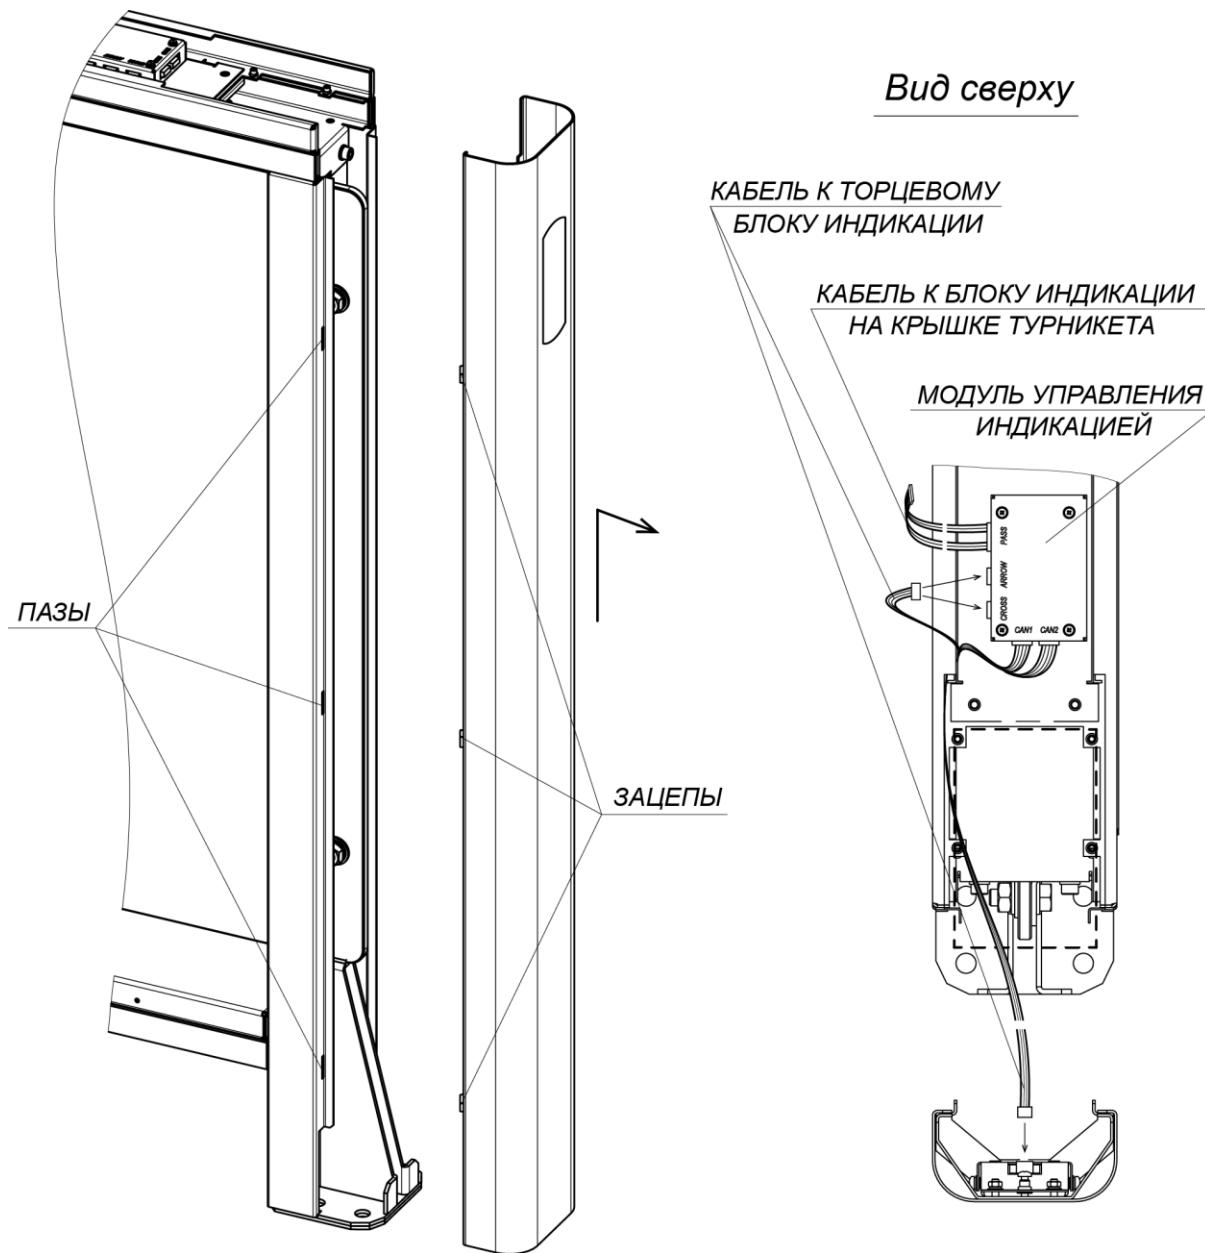

Рисунок 22. Снятие передней панели боковой стойки
21. При необходимости произведите монтаж считывателей карт доступа: либо на предусмотренные для этого полки в верхнем коробе на торцах стойки (см. рис. 22), либо непосредственно на верхних крышках секций снизу (**PERCo-MR07 OEM**). Для фиксации считывателей используйте двусторонний скотч и при необходимости неметаллические подкладки, чтобы расположить его как можно выше (т.е. ближе к верхней поверхности крышки) с целью увеличить дальность считывания. Кабели от считывателей аккуратно проведите через верхний короб и центральную стойку к месту ввода кабеля от контроллера СКУД, используя штатные окна в деталях корпуса секции. Кабели не должны проходить между отверстиями для крепления верхней крышки секции и вблизи них, чтобы не повредить кабели при установке крышки. Для крепления кабелей применяйте самоклеящиеся площадки и кабельные стяжки. Не допускается крепление к
24. Установите на свои места передние панели боковых стоек (8) (разд. 8.9.2). После установки проверьте, чтобы верхний край панелей находился на одном уровне с корпусом секции. Панель с торцевым блоком индикации устанавливается с того края секции, где находится модуль управления индикацией, который закреплен на одной из двух стальных защитных пластин в верхнем коробе (см. рис. 22). При этом к торцевому блоку индикации необходимо подсоединить соответствующий соединительный кабель от модуля управления индикацией. Для отображения на торцевом блоке индикации белой стрелки соединительный кабель должен быть подключен к разъему **ARROW** модуля управления индикацией, для отображения красного креста – к разъему **CROSS** (см. разд. 8.9.2, рис. 22).
Для снятия передней панели боковой стойки (8) – сдвиньте ее вдоль стойки вверх и затем на себя, выводя защелки панели из пазов в боковой стойке (см. рис. 22). Осторожно, не повредите соединительный кабель! Отсоедините разъем соединительного кабеля от платы блока индикации.
Перед монтажом верхней крышки (10) необходимо проверить, подключены ли к модулю управления индикацией все необходимые соединительные кабели (см. рис. 22, разд. 8.9.2).
- Подключите соединительный кабель от модуля управления индикацией (разъем “PASS”, рис. 22) к блоку индикации крышки (для **STC-01G, SDC-01G**).
- Возьмите одну из стеклянных частей крышки с блоком индикации и подключите соединительный кабель от модуля управления индикацией (разъем “PASS”, рис. 22) к блоку индикации крышки.